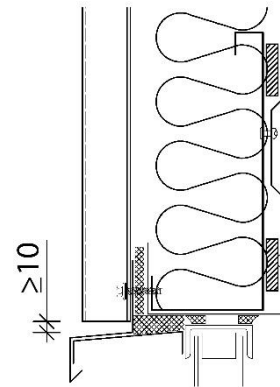

Bild 2: Fensteranschluss
- ≥ 10 mm: Tür-/Tor-/Fenstereinfassung zur Profiltafel (Bild 2).